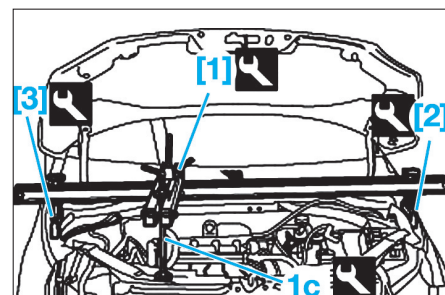

Fig. 31
- [1]. Traverse référence Fiat 1.870.595.000 (Fig.31)
- [2]. Cales d'appui référence Fiat 1.870.650.000 (Fig.31)
- [3]. Support adaptateur pour la dépose du groupe motopropulseur Fiat 2.000.025.400 (Fig.31)
- Monter la traverse [1] avec le support d'adaptateur du moteur [2] et les tampons [3] et soutenir correctement le moteur (Fig.31).